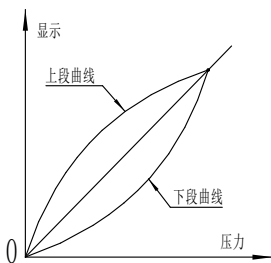

图 7
(4) Ad-L: 此数据不需要用户输入, 其是由仪表自动采集的。在此菜单出现时, 按压“▲”或“▼”显示屏显示采集的原始 AD 值, 此时应给传感器施加零位压力, 在显示值稳定后按压“SET”键采集此数据。
(5) Ad-H: 此数据不需要用户输入, 其是由仪表自动采集的。在此菜单出现时, 按压“▲”或“▼”, 显示屏显示采集的原始 AD 值, 此时应给传感器施加满度压力, 在显示值稳定后按压“SET”键采集此数据。
(6) d1SL: 仪表在传感器零位时的显示值及调校零值, 按压“▲”或“▼”查看或修改设置, 数据修改范围在-1999~9999 之间。按压“SET”键确认, 同时显示下一菜单“d1SH”。
(7) d1SH: 仪表在传感器满量程时的显示值及调校满度值, 按压“▲”或“▼”查看或修改设置, 数据修改范围在-1999~9999 之间。按压 SET 确认, 同时显示下一菜单“LI_E”。
(8) LI_E: 仪表的非线性补偿值, 如图 7 所示, 直线为理想的传感器线性, 曲线为实际的线性, 如果实际曲线为上段曲线时, “LI_E”应为一负值;